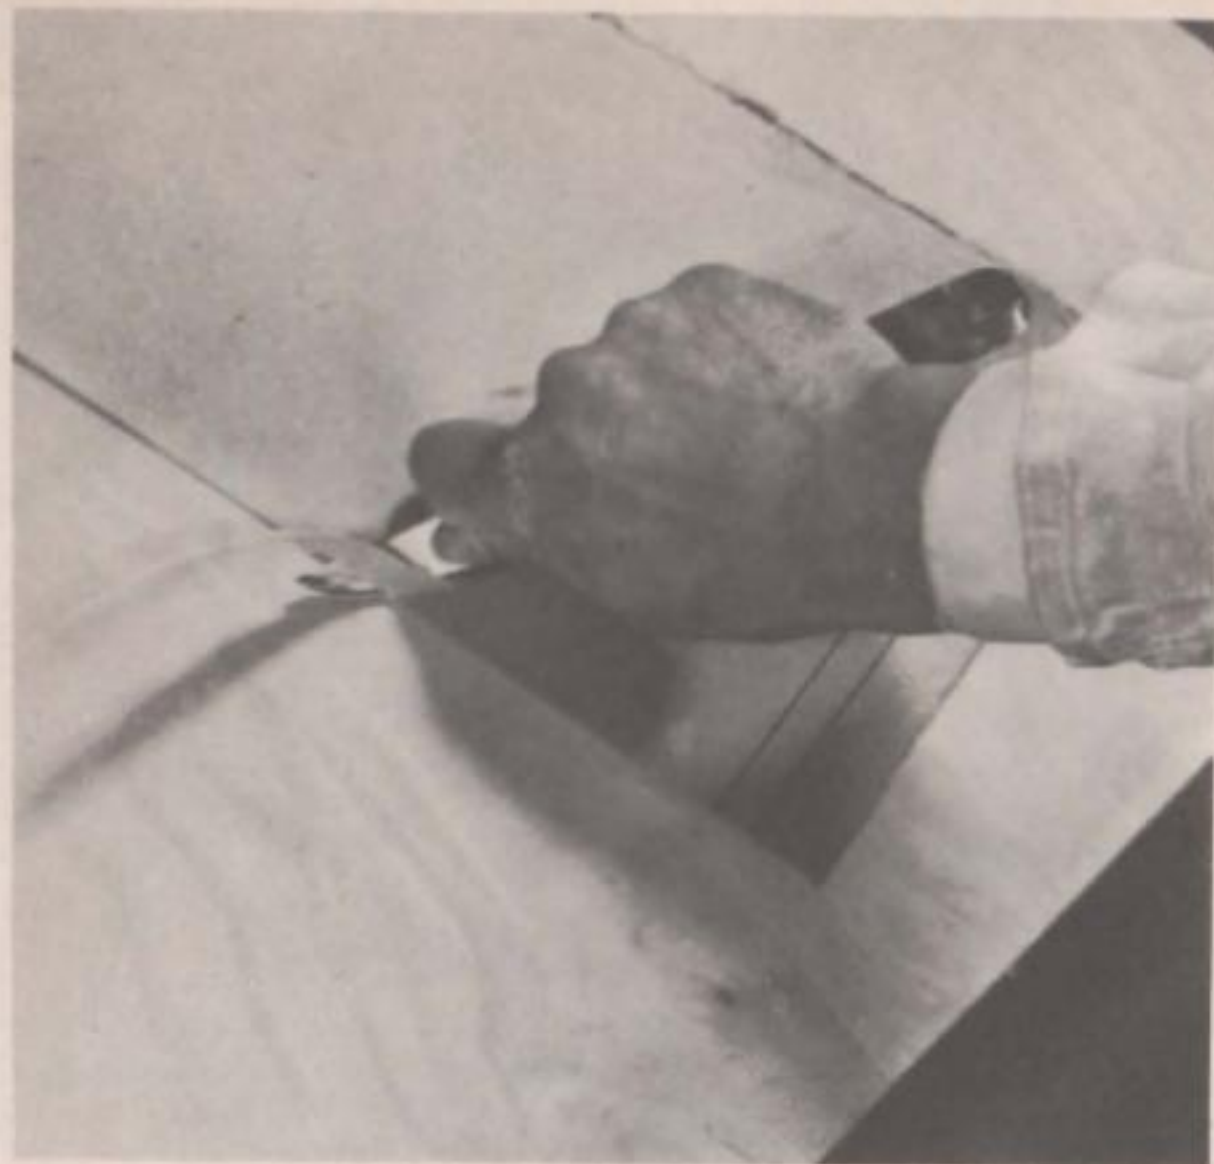

Fig. 11
2. Los zapateros suelen proceder del siguiente modo: colocan el cuero sobre la base, retienen con los dedos de la mano izquierda la "parte superior" del cuero y tiran del tajador. El modo de trabajar es igual al anterior, pero en dirección opuesta, es decir, el cuchillo se mueve en dirección al cortador (Fig. 11).